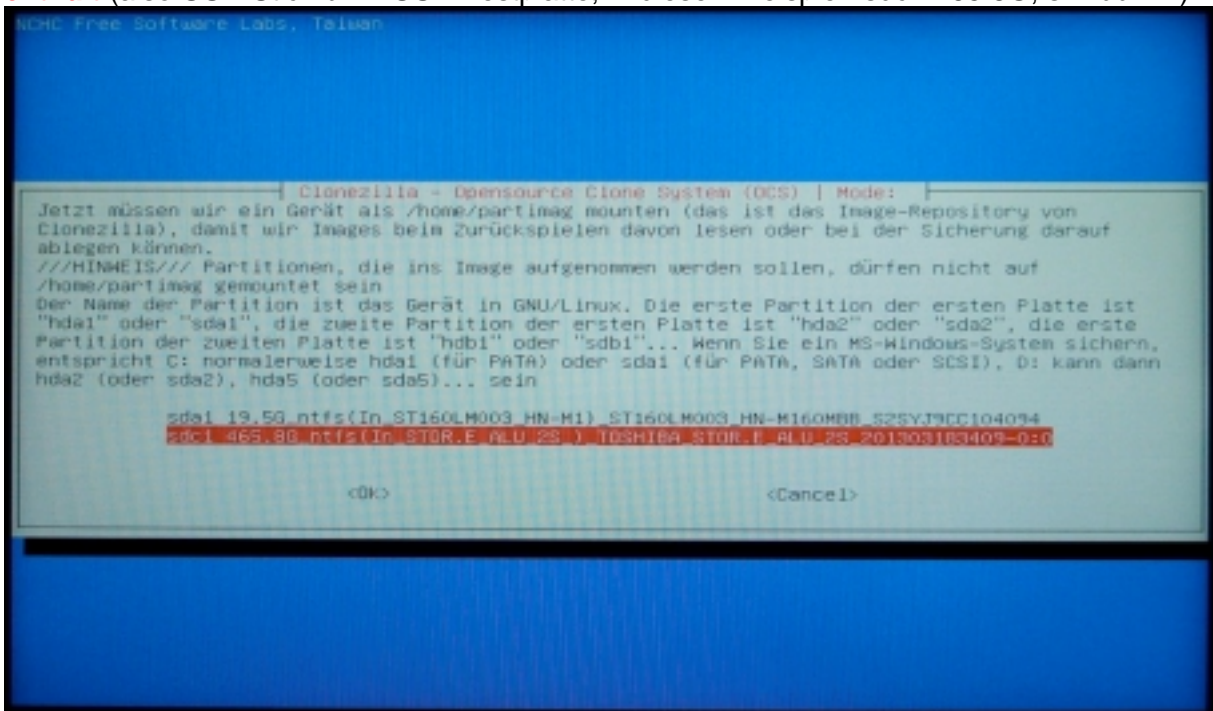

Abb. 17
**WICHTIG:** Wählen Sie das externe Speichermedium aus, das die Festplattenkopie enthält (also USB-Stick bzw. USB-Festplatte; in diesem Beispiel "sdc1 465.8G", s. Abb. 17).